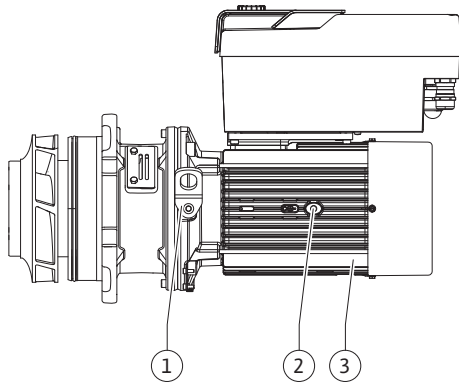

Fig. 107: Takma kiti
13. Takma kitini (bkz. Fig. 107) pompa gövdesindeki eski ya da tercih edilen başka bir açılı konumuna yerleştirin. Bileşenlerin izin verilen montaj konumlarına uyum (bkz. bölüm "İzin verilen montaj konumları ve montaj öncesi bileşen diziliminin değiştirilmesi" [► 25]).